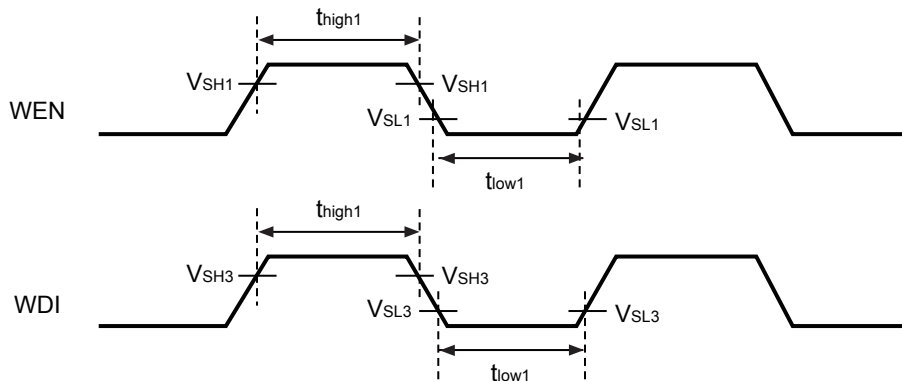

图7
*2. 输入脉冲幅度 "H" (t_{high1})、输入脉冲幅度 "L" (t_{low1}) 如图7所示的定义。